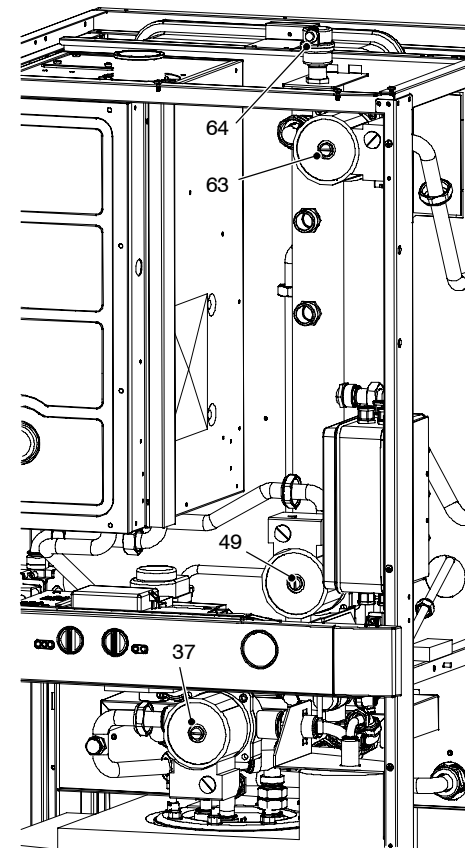

fig. 6.3
- 15 Togliere il tappo 37 in fig. 6.3 della pompa sanitaria e sbloccare la pompa ruotando il rotore con un cacciavite.
- Allentare il tappo della valvola di sfiato automatico (64 in fig. 6.3).
- Togliere il tappo 49 e 63 in fig. 6.3 e sbloccare le pompe ruotando il rotore con un cacciavite. Durante questa operazione sfiatare le pompe.